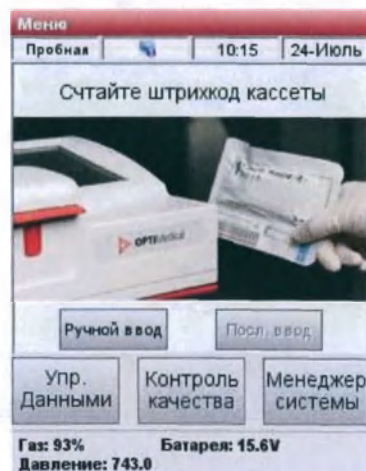

Рис.7-27 Экран готово
- Анализатор запустит очистку системы, которая будет отображаться на индикаторе выполнения, отображаемом на экране, и затем вернется к главному экрану (Рис.7-27).